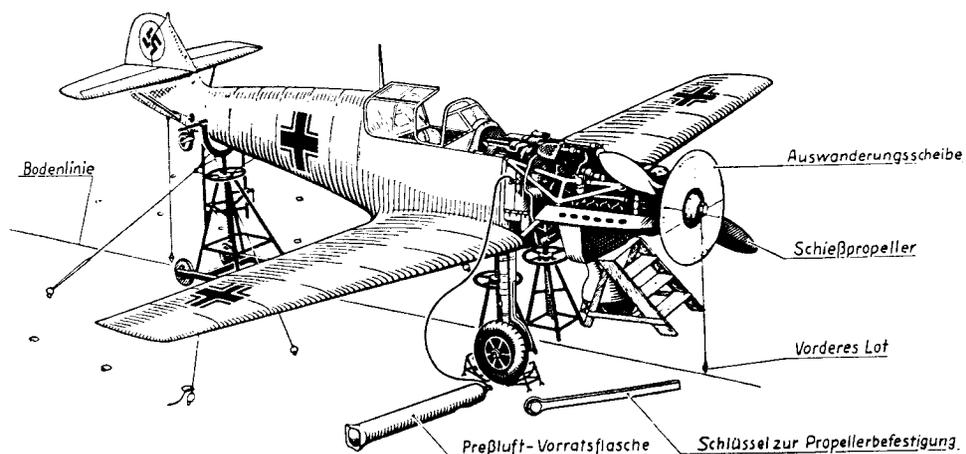

Abb. 65: Auswanderungsschießen.
- a) Bringe das Flugzeug in der Schnellfluglage (s. Abschn. B I/5 c) unter Entlastung des Fahrwerks auf. Das Ausrichten der Flugzeuglängsachse nach der Bodenlinie des Schießstandes erfolgt durch Lote, die an der Luftschraubennabe und in der am Rumpfbende (Notsporn) angebrachten Öse eingehängt werden (s. Abb. 65).